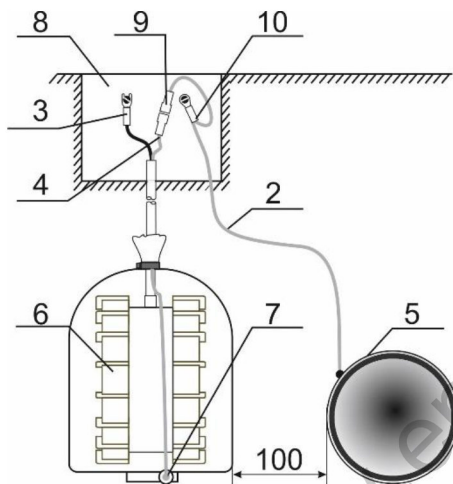
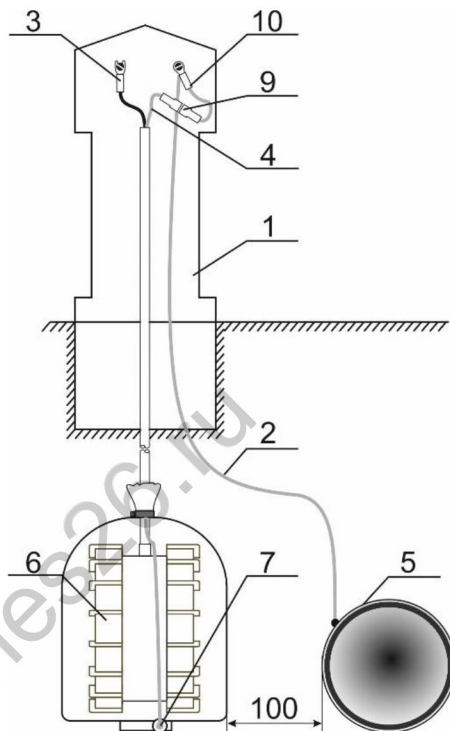

Рис.2
Рис.3
7.3 Установить электрод в специально вырытом шурфе или траншее таким образом, чтобы дно корпуса электрода находилось на уровне нижней образующей трубопровода (рис. 2 или рис. 3)